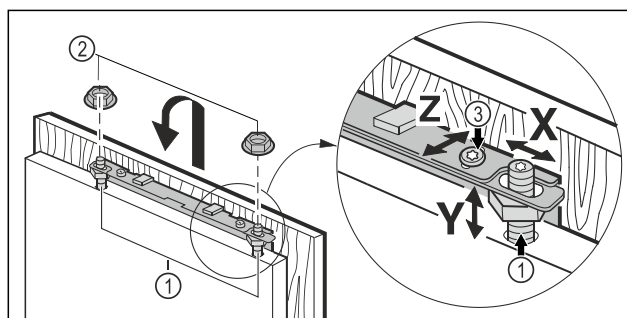

Fig. 21
- Zavěste nábytková dvířka na ustavovací čepy Fig. 21 (1) a pojistné matice Fig. 21 (2) a na ně volně našroubujte pojistné matice.
- Nábytkové dveře vyrovnejte ve výšce **Y** a ve stranovém sklonu: Ustavovací čepy Fig. 21 (1) nastavte šroubovákem.
- Pojistné matice Fig. 21 (3) dotáhněte.